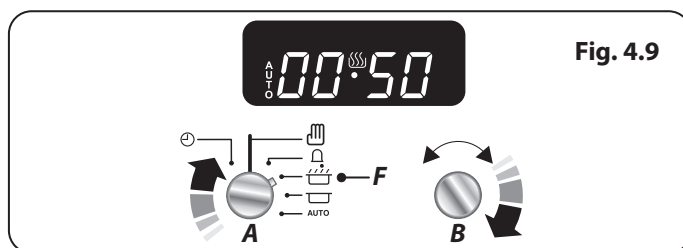

Fig. 4.9
1. Vrid **Timer-vredet (A)** till inställningen för **tillagningstid (F)**. Vrid **inställningsvredet (B)** för att ställa in önskad tillagningstid (**Fig. 4.9**).